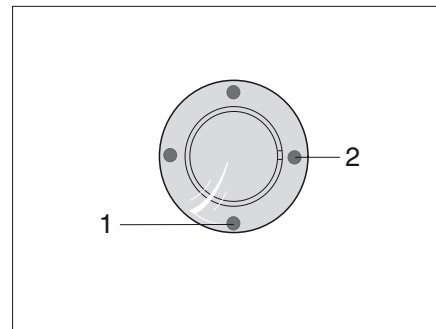
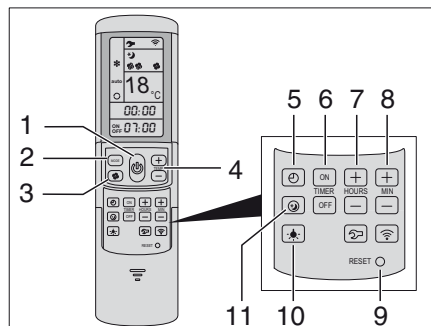

Bild 317 IR-mottagare/funktionsindikeringsring
Bild 318 Fjärrstyrning
Klimatanläggningen är monterad på fordonets tak. Fjärrstyrningen (Bild 318) för klimatanläggningen finns i köket.
- Anslut fordonet till 230 V-försörjningen. Klimatanläggningen är driftklar. Den blåa lysdioden (Bild 317,1) lyser.
- Tryck på knappen (Bild 318,1) på fjärrstyrningen för att slå på. Den blåa lysdioden (Bild 317,1) blinkar.
- Ställ in önskat driftläge med knappen MODE (Bild 318,2).
- Ställ vid behov in önskat fläktsteg med knappen (Bild 318,3) och rumstemperaturen med knapparna (Bild 318,4).
Nås den inställda temperaturen på fjärrstyrningen slocknar den blåa lysdioden (Bild 317,1), kompressorn stängs av och cirkulationsfläkten körs vidare.
- Tryck på knappen (Bild 318,1) på fjärrstyrningen igen.
- Slå på med knappen (Bild 318,1) på fjärrstyrningen för programmering av klimatanläggningen.
- Ställ in önskat driftläge med knappen (Bild 318,2) och rumstemperaturen med knapparna (Bild 318,4).
- Välj önskad funktion med knapparna (Bild 318,6).
- Välj önskad kopplingstid (15 minuter till 24 timmar) med knapparna (Bild 318,7 och 8).
- Bekräfta inställningen med knapparna "ON" eller "OFF" (Bild 318,6).